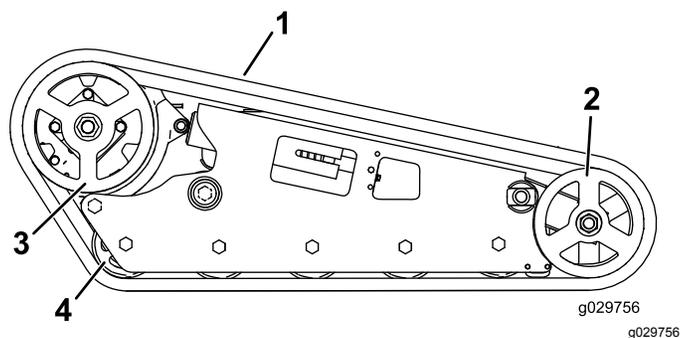

Рисунок 55
**Внимание:** Убедитесь, что вы полностью очистили опорные катки, передний каток и ведущее колесо (Рисунок 55). Очищенные опорные катки должны свободно вращаться.